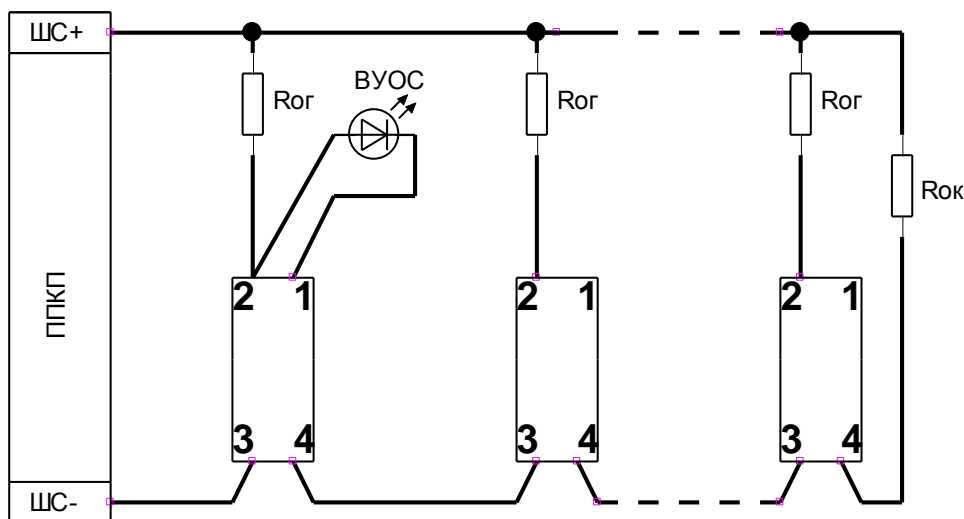

Рис. 3. Схема включения извещателей в двухпроводный шлейф с напряжением питания 24 В.
5.5 Схема подключения извещателей в шлейф пожарной сигнализации приведена на рис. 3. Нагрузкой выхода ВУОС (контакт 1) могут служить светодиоды (типа АЛ307КМ или аналогичного) или входы управления твердотельного реле (типа КР293КП5Б, КР293КП1Б или аналогичного).
8.7.1 Схема подключения извещателей приведена на рис. 3.